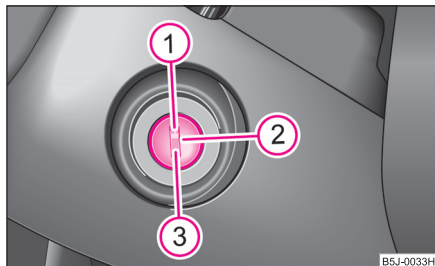

Abb. 113 Zündschlossstellungen
- Den Motor schalten Sie durch Drehen des Zündschlüssels in Stellung  aus ⇒ Seite 97, Abb. 113.